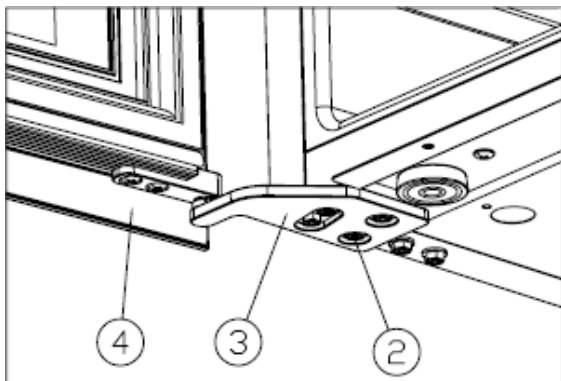

Figura 5
- Instala la bisagra inferior derecha (3) y aprieta los tornillos. [Figura 5]